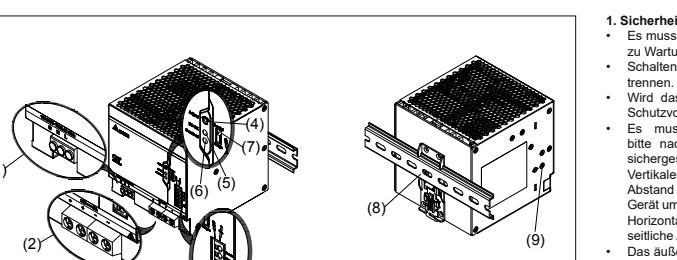

Figure 1
2. Description de l'appareil (Fig. 1)